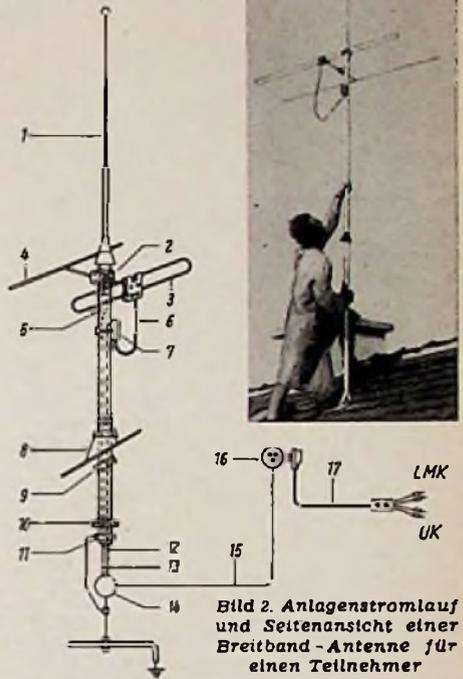
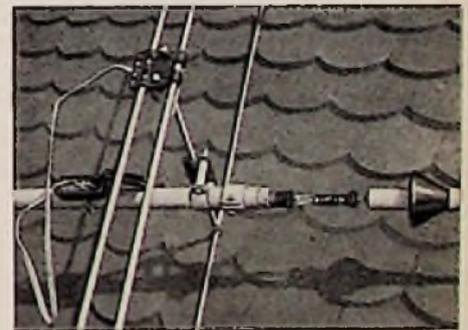

Bild 2. Anlagenstromlauf und Seitenansicht einer Breitband-Antenne für einen Teilnehmer
Bild 3. Die zusammengesetzte Antenne liegt noch auf dem Hausdach und läßt die geöffneten Antennenübertrager erkennen
Zum Empfang von Mittel- und Langwellen dient die mit einer „Prasselschutzkugel“ (Geräuschminderung bei statischen Entladungen) versehene 3,3 m lange Antennenrute 1 (Bild 2). Oben im Standrohr befindet sich der Mittel-Lang-Antennenübertrager 5 der als Autotransformator mit Feinfunkenstrecke geschaltet ist und die Antenne an den Wellenwiderstand (60 Ω) des Kabels anpaßt. In gleicher Weise wird mit der vom Falt Dipol 3 aufgenommene Empfangsenergie Verfahren, wobei der UKW-Spezialübertrager 7 die Anpassung zwischen ungeschirmtem Bandkabel und geschirmtem Koaxialleitung übernimmt. Bis zum Antennenableiter 14, in dem zwei Funkenstrecken mit je 0,1 mm Elektrodenabstand als VDE-mäßig vorgeschriebener Blitzschutz untergebracht sind, verlaufen die beiden Kabel 12 und 13 im Standrohr getrennt. Von hier ab erfolgt die Weiterleitung über die doppelt-konzentrische Antennenleitung 15, die beide Leitungen in einer gemeinsamen Kunststoffummhüllung (Querschnitt etwa 5 x 8 mm) vereint. Dieses wetterfeste Kabel kann nach Belieben auf Putz, direkt im Putz oder in Isolierrohren verlegt werden. Wenn nur ein Teilnehmer angeschlossen werden soll, endet es in der Nähe des Empfängers in einer Wandsteckdose 16. Die Empfänger-Anschlußschrub 17 ist am Ende mit einem kleinen Kästchen (114 x 44 x 31 mm) versehen, das die beiden Empfängerübertrager (ML, UKW) enthält und vier Stecker-schnüre aufweist, die den Anschluß zum Empfänger herstellen. Eine ebenfalls eingebaute elektrische Weiche nutzt den Kabelmantel als Kurzwellenantenne aus. Wenn mehrere Teilnehmer (bis zu acht) ohne Verwendung eines Verstärkers angeschlossen werden sollen, endet die Antennenleitung 15 in einer Antennenverteilerdose, von der aus Anschlußleitungen sternförmig (Stichleitungen) zu weiteren Antennensteckdosen führen. Im Verteiler untergebrachte Entkopplungswiderstände (je zwei pro Teilnehmer) sorgen für völlige Rückwirkungsfreiheit, und die als Trennübertrager (zwei Wicklungen) ausgeführten Empfängerübertrager verhindern das Auftreten von Berührungströmen, wenn Allstromempfänger verwendet werden. Da bei Allstromschaltungen das Chassis in leitender Verbindung mit dem Lichtnetz steht, können über Antennen- und Erdbuchse Restströme in das Kabelnetz gelangen, die bei anderen Teilnehmern Störungen und sogar empfindliche elektrische Schläge verursachen. Das wird durch die erwähnten Trennübertrager sicher verhindert. Außerdem bewirkt der besondere Schaltungsaufbau eine saubere Hf-mäßige Trennung der Empfänger-Eingänge vom Netz, so daß
Die meisten Rundfunkhörer scheuen die Umstände, die ihrer Ansicht nach die Montage einer solchen Antenne verursacht. Abgesehen davon, daß vom Hersteller erfahrene Spezial-Monteuere zur Verfügung gestellt werden können, werden die Arbeiten sehr weitgehend durch vorbereitete und genau angepaßte Bauteile erleichtert. So ist z. B. die Vornahme des „Durchbruches“ durch das Ziegeldach eine Angelegenheit von wenigen Handgriffen. An der in Aussicht genommenen Stelle wird ein Dachziegel ausgehängt und gegen die mit einer Gummidichtung versehene Dachhaube 8 (Bild 2) ausgetauscht. Zwei Befestigungsschellen 9 und 10 fixieren das Standrohr unterhalb des Daches an einer Mauer, am Dachgebälk oder in Sonderfällen auch an einem Kamin (Korrosionsgefahr durch Rauchgase). Als Blitzeiter (11) wird das Steigrohr der Wasserleitung verwendet oder der bereits vorhandene Blitzableiter bzw. z. B. die gut geerdeten Laufschienen eines Aufzuges.
Bild 3 zeigt die quer auf dem Dach liegende und zum Einsetzen in die Dachhaube vorbereitete Antenne. Der Antennenübertrager 5 ist noch nicht in das Tragrohr eingeschoben (rechte Bildseite), so daß man ihn ebenso wie den UKW-Übertrager noch im geöffneten Zustand erkennen kann (vgl. 5 und 7 in Bild 2). Bild 1 zeigt den Augenblick der Montage, in dem das Standrohr gerade in die Dachhaube eingesetzt wird. Sobald die Leitungsinstallation beendet ist, muß noch durch Empfangsversuch der Dipol 3 nach Lockern der Standrohr-Befestigungsschellen 9 und 10 mit der Breitseite auf die Richtung des bevorzugten UKW-Senders eingepieilt werden. Bei geringen Feldstärken wird ein Reflektor 4 (Bilder 1 und 2) aufgesetzt, und wenn Rundempfang gewünscht wird, tritt an die Stelle des Falt-dipols ein Kreuzdipol. Es verdient besonders hervorgehoben zu werden, daß Vorkerkehrungen zur Erweiterung auf Fernsehempfang bereits in der Konstruktion getroffen wurden. Im Vergleich zu einem Innendipol waren die UKW-Empfangsergebnisse bei der Versuchsantenne nach